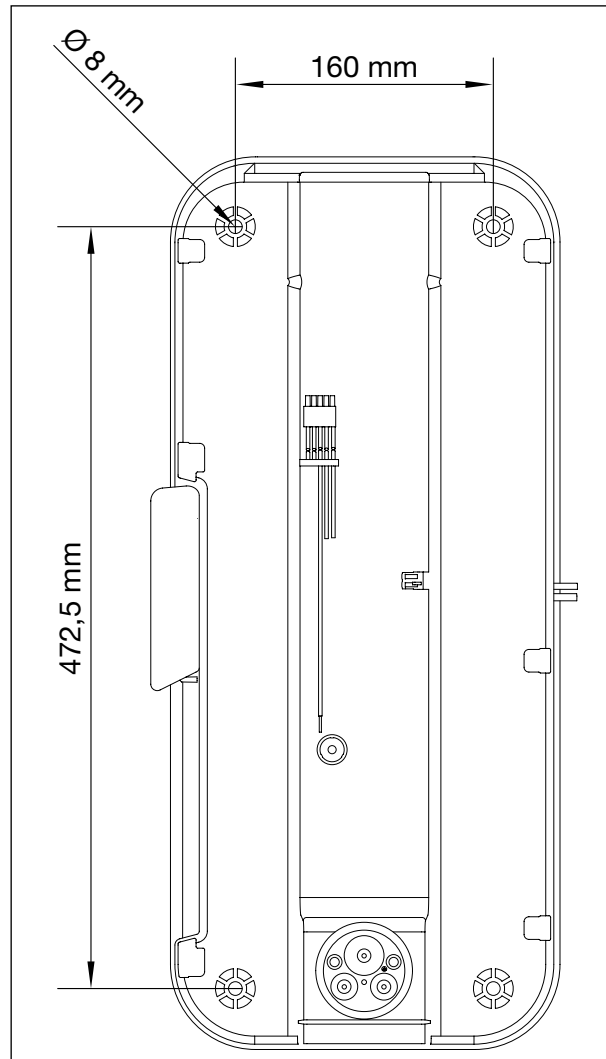

Fig. 8 : Face arrière de la station de charge avec espacement des trous
- ❶ Marquer des trous horizontalement et verticalement sur la paroi de montage, conformément à la fig. 8. Hauteur des perçages supérieurs au-dessus du sol : 1,30 m max.
- ❷ À l'aide d'un foret à béton de 8 mm, percer quatre trous au niveau des emplacements marqués.
- ❸ Enfoncer une cheville dans chaque perçage.